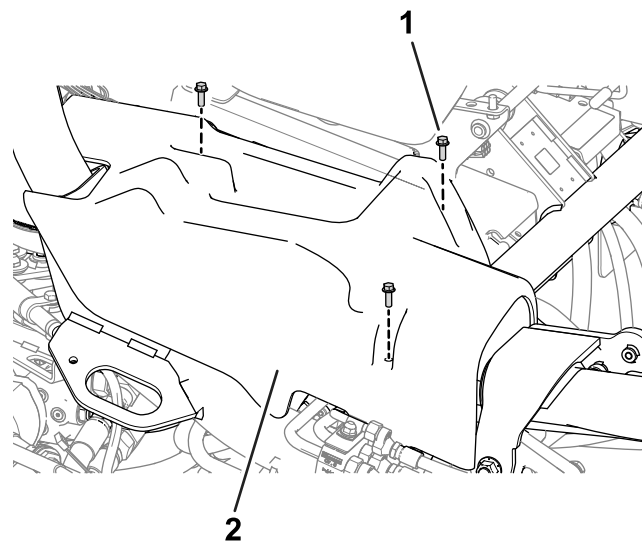

Figure 10
4. Déposez le couvercle droit (Figure 10) de la machine.
8. Reposez le couvercle droit (Figure 10) de la machine.